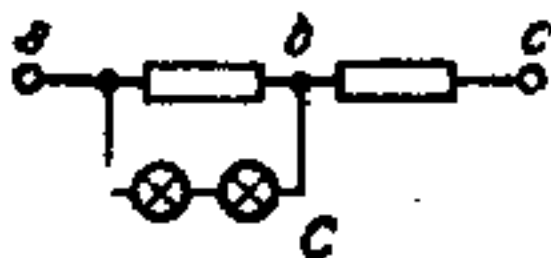

Bild 38.
Einige weitere Beispiele mögen die Bezeichnungsweise noch klarer stellen. Aus der Bezeichnung K 49 C entnimmt man, daß der Widerstand nach System A bezeichnet ist (Zahl in der Mitte). Am Widerstand findet ein Spannungsabfall von 49 Volt statt. Geschaltet ist nach Schaltung C (Bild 38). Hiernach kommen 2 Skalenlampen in Betracht, und zwar (K) vom Typ R 40 oder R 47 mit 0,15 A. Durch die Ballast-Shunts fließen also auch 0,15 A. Für die Heizspannung der Röhren stehen $117,5 - 49 = 68,5$ Volt zur Verfügung. Es finden im Gerät wahrscheinlich 2 Röhren zu 25 Volt und 3 Röhren zu 6,3 Volt in Reihenschaltung Verwendung. — Eine andere Regulatorröhre heißt 165 L 44. Sie ist nach System B gekennzeichnet. Die Schaltung L 44 (Bild 54) hat zwei Skalenlampen, und zwar R 44 oder R 46 (L) zu 6,3 Volt, 0,25 A. Der Ballast-Shunt läßt demnach 0,05 A durch. Die Regulatorröhre hat einen Widerstand von 165 Ω ; es fallen an ihr $165 \cdot 0,3 = 49,5$ Volt ab, so daß $117,5 - 49,5 = 68$ Volt zur Röhrenheizung zur Verfügung stehen. Die Röhrenverteilung im Gerät ist dieselbe wie im vorigen Beispiel.
Eine dritte Regulatorröhre heißt 49 R 2 (nach System C). Auch hier die Schaltung C (Bild 38), 2 Skalenlampen zu 0,15 A, 49 Volt Spannungsabfall, so daß $117,5 - 49 = 68$ Volt als Heizspannung zur Verfügung stehen